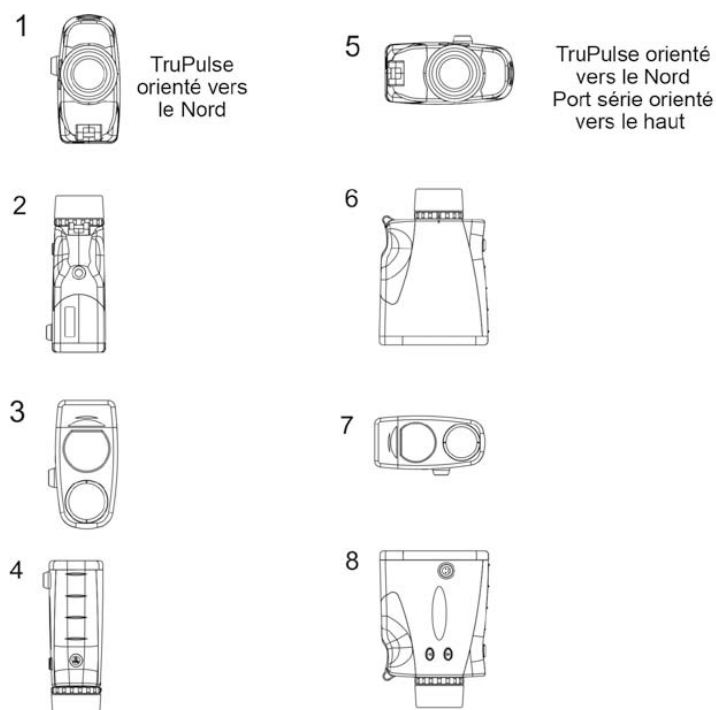

Figure 1: Manipulation de calibration de l'angle horizontale
2. Sélectionner ensuite « YES » « HACAL » puis effectuez la manipulation représentée dans la figure 1 en pointant votre appareil vers le nord. Entre chaque étape, attendez une seconde avant d'appuyer sur  (veillez si possible à éviter toute interférence électromagnétique sur le terrain pour le bon fonctionnement de la boussole).